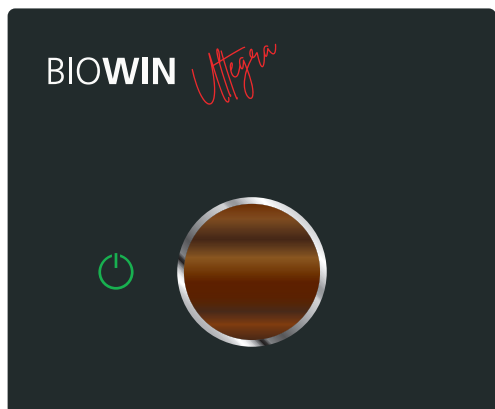

Fig. 27 BioWIN Ultegra spento
- Prima di aprire le porte di contenimento è indispensabile spegnere la caldaia con il tasto myMagic  e attendere che la modalità di combustione sia terminata, il simbolo  si accende fisso e l'anello colorato si spegne (circa 20 min.) – Fig. 27.